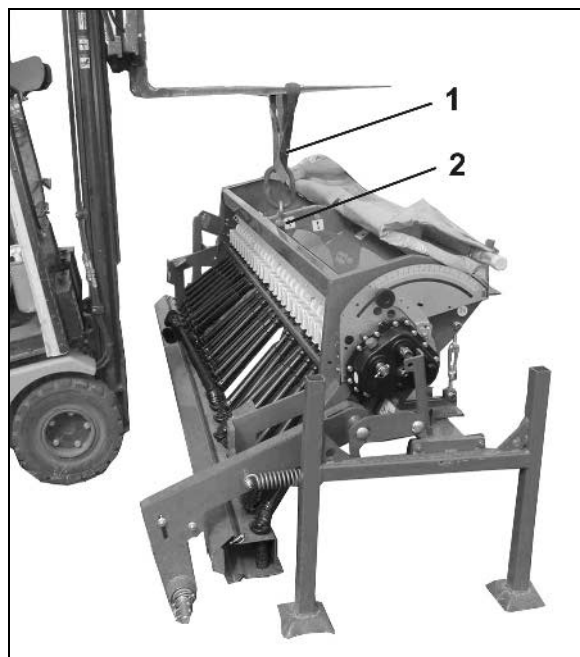

Fig. 17
3. Maskinen sikres med løftemidlets løftesele (Fig. 17/1).
Benyt de markerede løftepunkter (Fig. 17/2) på maskinen!